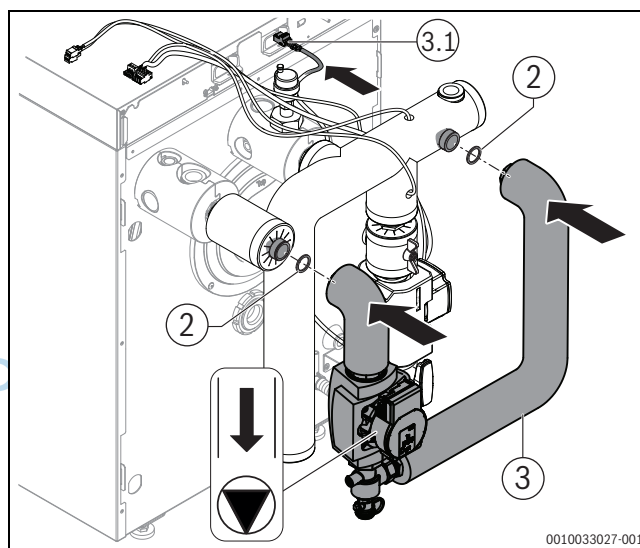

Bild 3
- ▶ Pumpen-Anschlussleitung an die Klemme PW1 im Regelgerät anschließen (→Bild 3 und 4)